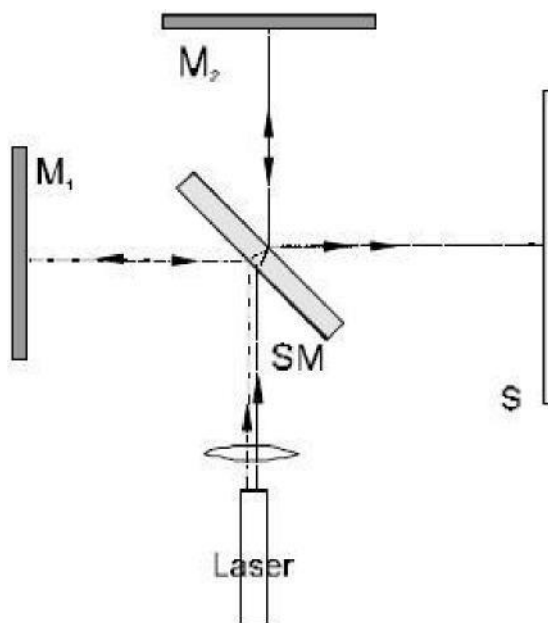

Fig. 2 Struttura sperimentale dell'interferometro di Michelson (M1, M2 = specchio, Sm = specchio semitrasparente, S = schermo in vetro smerigliato)
- Posizionare il raggio all'incirca al centro sul lato longitudinale della lavagna (fig. 2) e orientare il raggio laser parallelamente alla piastra di base (vedere note).
- Disporre lo specchio semitrasparente tra il laser e lo specchio M2 (vedere fig. 2). L'angolo tra lo specchio semitrasparente e l'asse del raggio laser deve essere possibilmente di 45° .
- Montare lo specchio in vetro smerigliato in base alla fig. 2. Il raggio laser deve presentarsi nel centro.
Nel caso della struttura secondo la fig. 2 è importante che le onde circolari che si sovrappongono formino soltanto un angolo ridotto. Il motivo di interferenza risulta quindi visibile nella superficie I (vedere fig. 3a). Se l'angolo è eccessivamente grande (fig. 3b), non è possibile osservare l'interferenza. È, quindi, importante che il raggio laser sia orientato, in modo che esso si sviluppi parallelamente rispetto alla piastra di base e dopo la riflessione sugli specchi M1 e M2 continui a svilupparsi parallelamente.